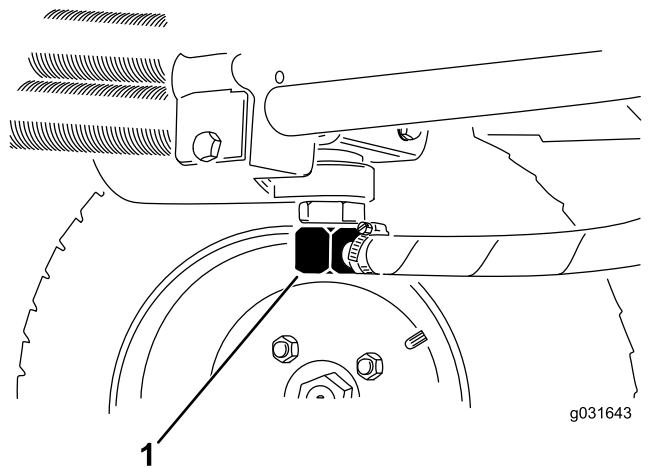

図 66
2. 油圧ラインの接続部または油圧フィルタを外し、流れ出すオイルを容器に受ける 図 65と図 66。
3. オイルが全部流れ出たらラインを元通りに接続する 図 66。